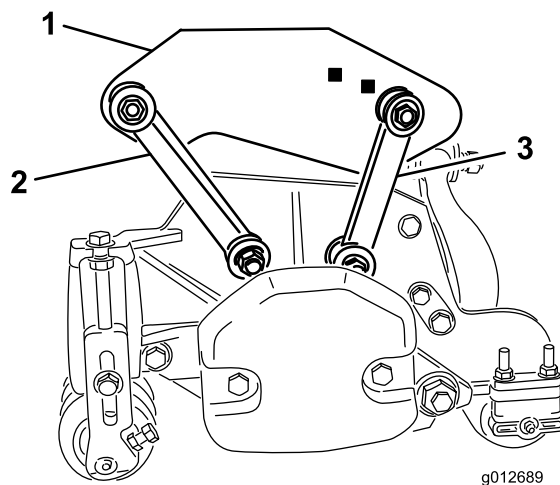

Figure 19
- Fixez les biellettes de montage avant dans les trous du bâti porteur au moyen d'un boulon ($\frac{3}{8}$ x $2\frac{1}{4}$ po), de 2 rondelles plates et d'un contre-écrou, comme montré à la Figure 19. Placez une rondelle de chaque côté de la biellette lors du montage. Serrez les fixations à 42 N·m.
- Fixez les biellettes de montage arrière dans les trous du bâti porteur arrière au moyen d'un boulon ($\frac{3}{8}$ x $2\frac{1}{4}$ po), de 2 rondelles plates et d'un contre-écrou, comme montré à la Figure 19. Placez une rondelle de chaque côté de la biellette lors du montage. Serrez les fixations à 42 N·m.